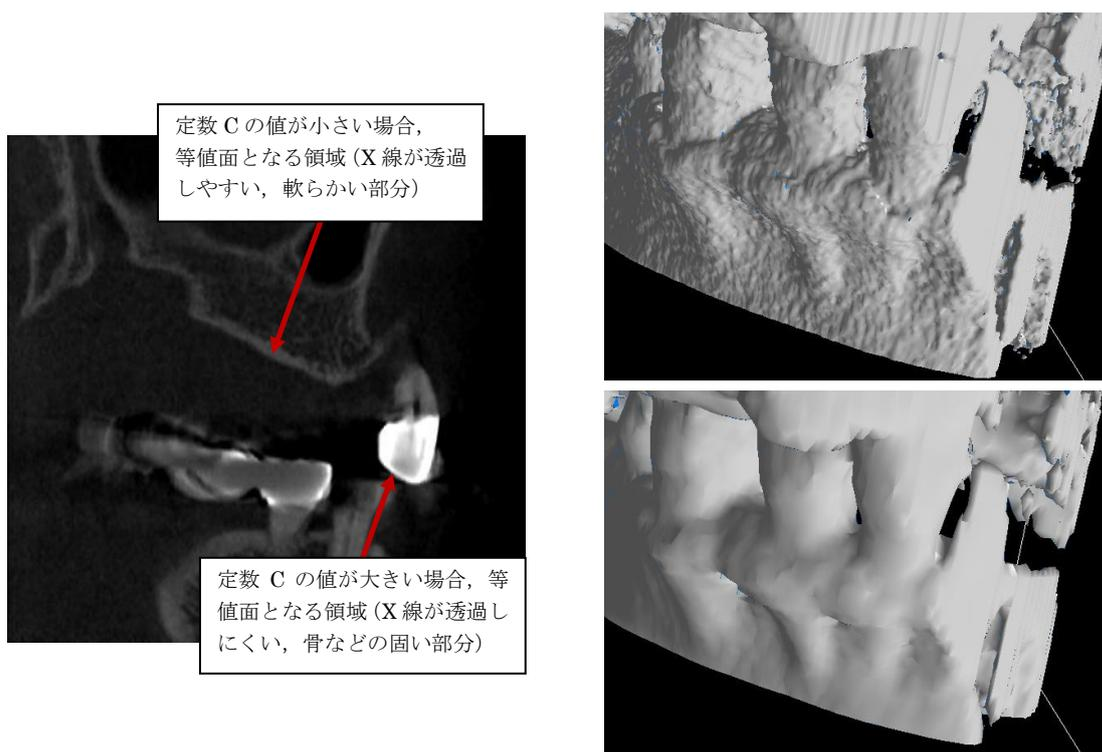

図 3-2 Constant C による
① Constant C	画像の数値を関数 $F(x, y, z)$ と想定した場合、等値面は、定数 C を用いて、 $F(x, y, z) = C$ で定義されます。ここでは、等値面をとる輝度値 C を設定します。この値が大きいくほど、DICOM 画像上のより明るい部分を造形に使用することになります。(図 3-2)